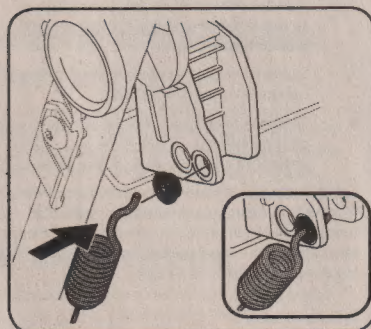

Figura 4-5
4. Reemplace el casquillo del orificio inferior y resujete el cable a través del casquillo y el orificio inferior de la manija. Vea la Figura 4-5.